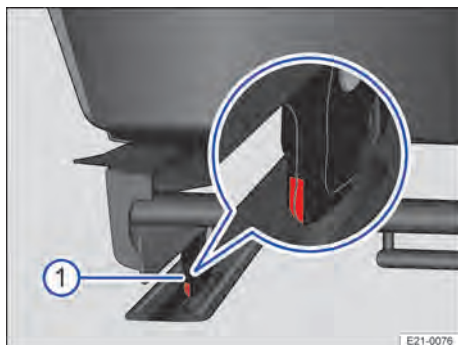

Fig. 78 Troisième rangée de sièges : indicateur de verrouillage de plancher
Le siège est correctement encliqueté lorsque le repère rouge sur le verrouillage de plancher → fig. 78 ① n'est **pas** visible → ⚠.